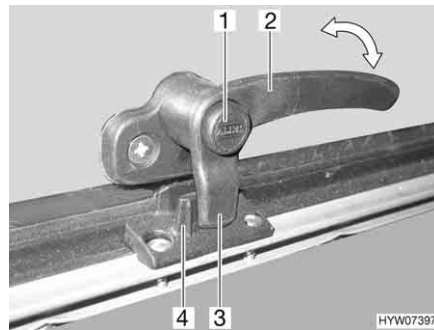
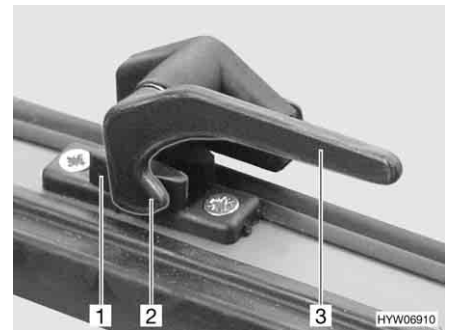

Bild 88 Låsarm med låsknapp i läget "stängd"
Bild 89 Låsarm i läget "stängd"
- Tryck på låsknappen (Bild 88, 1) om sådan finns och håll den nedtryckt.
- Sväng låsarmen (Bild 88,2 eller Bild 89,3) ett kvarts varv mot fönstrets mitt.
- Sväng låsarmen (Bild 88,2 eller Bild 89,3) ett kvarts varv mot fönsterkarmen. Låsspaken (Bild 88,3 eller Bild 89,2) på låsarmen sitter helt på fönsterlåsets insida (Bild 88,4 eller Bild 89,1).
- I läget "helt stängt" (Bild 88 och Bild 89)